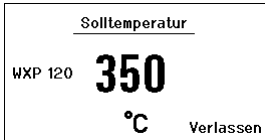

Abb. 13
1. Die gewünschte Auswahl-Taste **6** oder **13** gedrückt halten. Auf dem Display erscheint die aktuelle Solltemperatur (siehe Abb. 13).